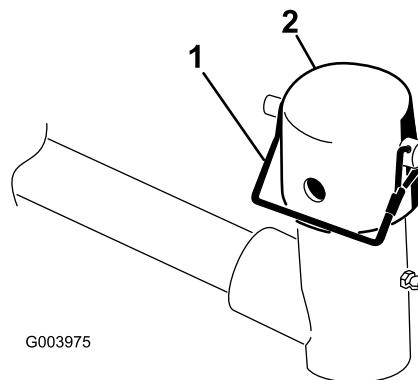

Figura 6
6. Togliete il perno di ritenuta e il cappuccio dalla forcella del braccio di sollevamento (Figura 6).
- 10. Fissate il cappuccio e l'albero del telaio portante alla forcella del braccio di sollevamento con il perno di ritenuta (Figura 6).